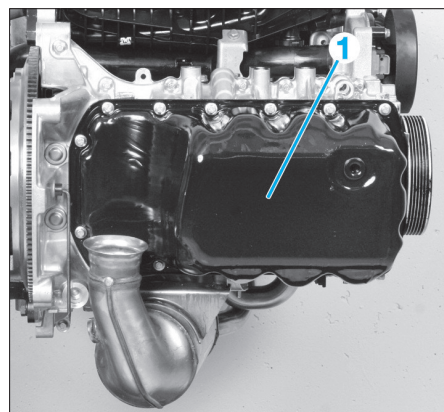

FIG. 25
- Déposer le carter d'huile (1) (Fig.25).